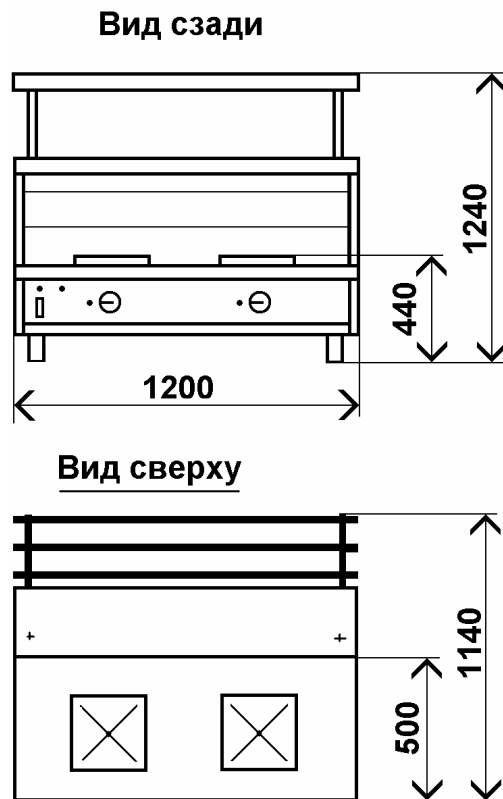

Рис.1
1.3 Общий вид мармита показан на рис. 1.